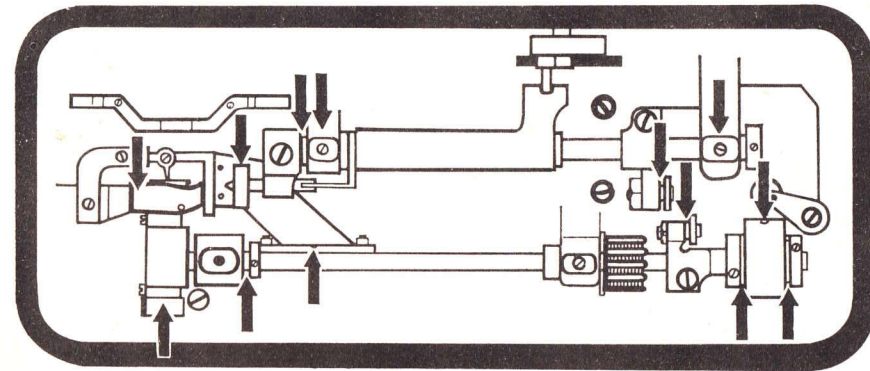

Abb. 32
23. Pflege der Maschine (Abb. 32 + 33)
Vor der Inbetriebnahme ist die Maschine gemäß Abb. 32 und 33 an den mit Pfeilen gekennzeichneten Stellen zu ölen.